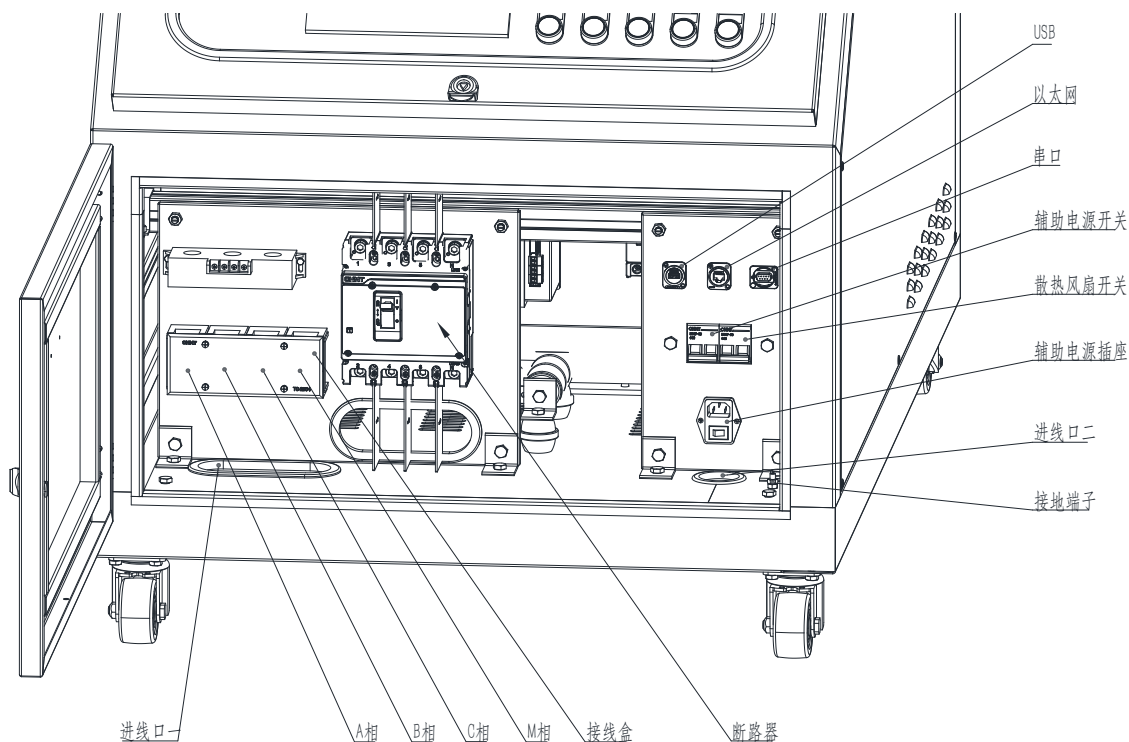

图 8 电缆接口图
- (7) 单相按钮：切换到单相电源试验（需采用 5.2 节所述的单相接线方式）；
- (8) 三相按钮：切换到三相电源试验（需采用 5.2 节所述的三相接线方式）；
- (9) 25%按钮：按钮指示灯亮时，水电阻负载箱的最大功率为 30KW（如果是单相，则最大功率为 10KW）；
- (10) 50%按钮：按钮指示灯亮时，水电阻负载箱的最大功率为 60KW（如果是单相，则最大功率为 20KW）；
- (11) 100%按钮：按钮指示灯亮时，水电阻负载箱的最大功率为 120KW（如果是单相，则最大功率为 36KW）；
- (12) 进水按钮：按钮指示灯亮时，进水泵运行；
- (13) 排水按钮：按钮指示灯亮时，排水泵运行；
- (14) 功率增按钮：按钮指示灯亮时，水电阻负载箱内部的阻值调节系统逆时针转动，水电阻负载箱的电阻减小、功率增大；
- (15) 功率减按钮：按钮指示灯亮时，水电阻负载箱内部的阻值调节系统顺时针转动，水电阻负载箱的电阻增大、功率减小；
- (16) 分闸按钮：水电阻负载箱内部的断路器（图 8）分闸，断开试验电源，并且按钮指示灯亮；手动将断路器合闸后，按钮指示灯灭。
如图 8 所示，接地端子的位置在水电阻负载箱内部右侧。接地线的安装步骤如下：
如图 8 所示，试验电源接口的位置在水电阻负载箱内部左侧。试验电源的接线步骤如下：
如图 8 所示，辅助电源接口的位置在水电阻负载箱内部右侧。试验电源的接线步骤如下：
如图 8 所示，通讯接口的位置在水电阻负载箱内部右侧，一共有三个：串口、USB 接口和以太网接口。串口用于下载 PLC 和触摸屏程序，USB 接口用于读取电力数据的历史记录，以太网接口用于远程监控水电阻负载箱的运行。
（2）用以太网线将 Windows 电脑的网络接口与图 8 的以太网接口连接起来；